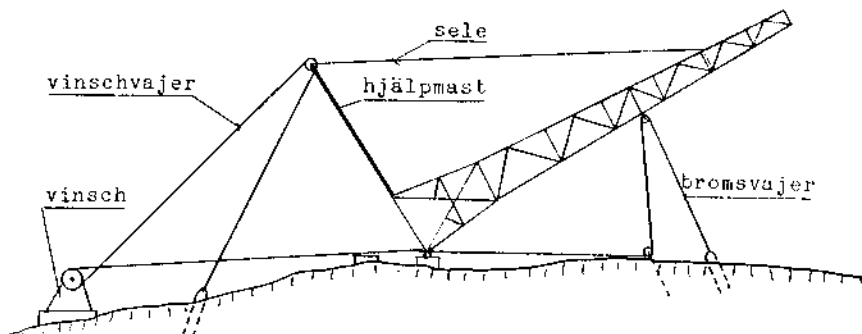

Fig. 8 Hjälpmastens funktion.
5.1 Hjälpmast. För att kunna resa och fälla masten har en permanent hjälpmast monterats i roten av huvudmasten. Hjälpmasten är en A-bock med ett linhjul i toppen. Den är nedtill ledat infäst i huvudmasten och upptar den resande kraften via ställinor. Två av huvudmastens hörnstolpar anknyter till fundamentet via ett gångjärn. Hjälpmastens funktion framgår av fig. 8.